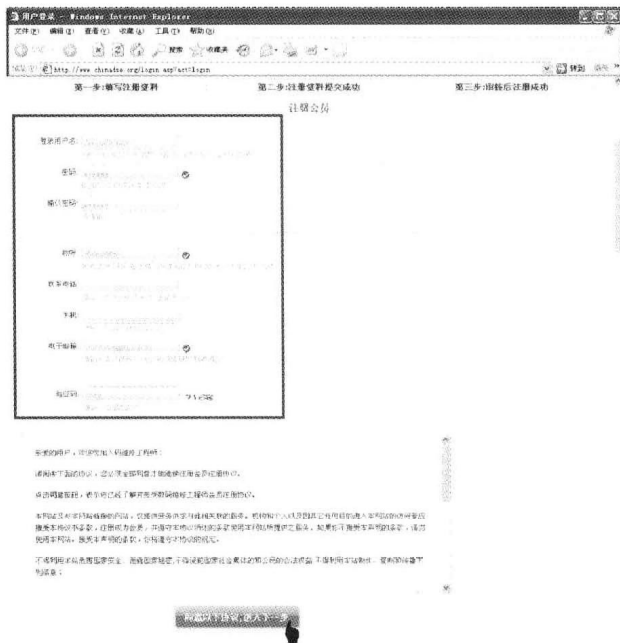

图 7 填写资料
⑦ 若用户名和密码及验证码输入正确，点击登录后，页面将转到会员资料界面，在这里用户可对自己的用户名、昵称、密码、邮箱等信息进行填写或修改，将所有空缺项都填写完毕后（例如昵称、手机号、电子邮箱和验证码），认真阅读会员注册协议，并点击“同意协议，进入下一步”注册会员，如图 7 所示。